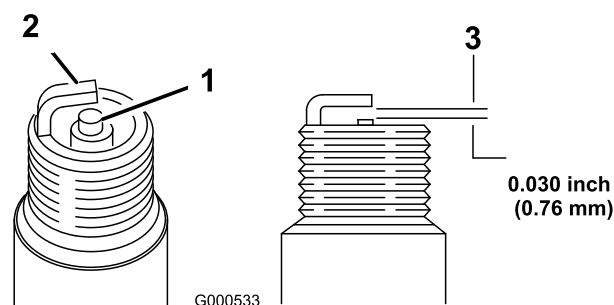

Figure 33
11. Réglez l'écartement des électrodes à 0,76 mm (0,030 po.) (Figure 33).